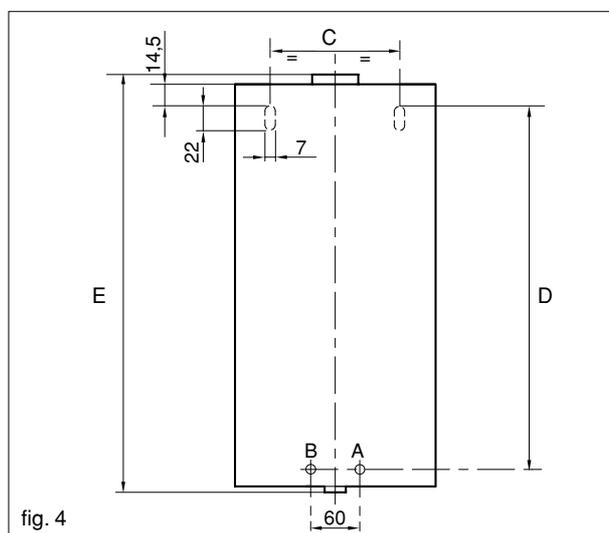

fig. 4
- Lo scaldabagno non deve essere mai chiuso ermeticamente in un mobile o una nicchia ma deve essere previsto un adeguato afflusso d'aria (fig. 4)
- in fig. 4 vengono indicate le quote dell'apparecchio per il suo fissaggio a parete